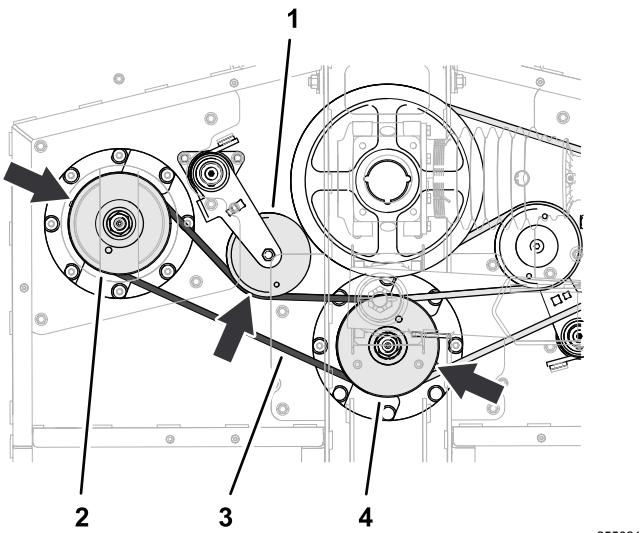

Figure 67
- Acheminez la petite courroie autour de la poulie d'axe gauche et dans la rainure inférieure de la poulie d'axe central (Figure 67).
- Au moyen d'une barre de levier ou d'un outil similaire, faites tourner le tendeur de courroie dans le sens antihoraire et chaussez la courroie sur la poulie de tendeur (Figure 67).